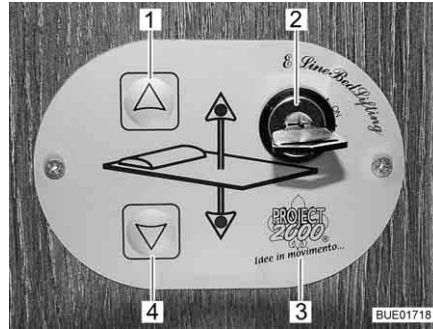

Fig. 119 Commande
Les touches (Fig. 119,1 et 4) sur l'unité de commande (Fig. 119,3) permettent d'abaisser ou de relever le lit escamotable. L'interrupteur à clé (Fig. 119,2) permet de protéger l'unité de commande contre toute utilisation non autorisée. Le lit escamotable est réglable en continu en hauteur.
- Tourner la clé et l'interrupteur à clé (Fig. 119,2). L'unité de commande (Fig. 119,3) est activée.
- Appuyer sur la touche fléchée (Fig. 119,4) et la maintenir pressée jusqu'à ce que le lit escamotable ait atteint la position désirée vers le bas.
- Appuyer sur la touche fléchée (Fig. 119,1) et la maintenir pressée jusqu'à ce que le lit escamotable ait atteint sa position finale supérieure.